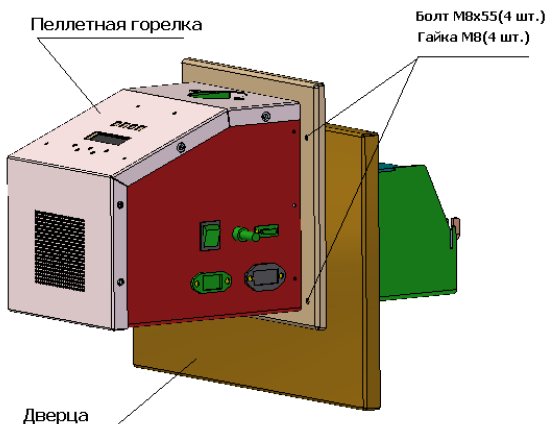

Рис.30 Дверца с пеллетной горелкой КОРИ 4/25
На кронштейны 6 (рис.13) вместо шурупочной дверцы 1 надеть дверцу из комплекта горелки КОРИ 4/25 (табл.2) в сборе с горелкой (рис.30, 33).
8.2.4 Демонтировать среднюю дверцу 3 (рис. 2), и заменить на дверцу из комплекта горелки КОРІ 4/25 или КОРІ 12/50 (см. табл.2) в сборе с горелкой (рис.30)